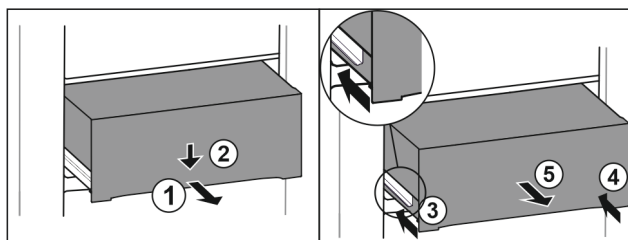

Fig. 217
- Estrarre il cassetto a metà. Fig. 217 (1)
- Premere il cassetto sul lato anteriore verso il basso. Fig. 217 (2)
- Spingere la guida sinistra di circa 2 cm verso l'interno. Fig. 217 (3)
- Spingere la guida destra di circa 2 cm verso l'interno. Fig. 217 (4)
- Rimuovere il cassetto tirandolo in avanti. Fig. 217 (5)